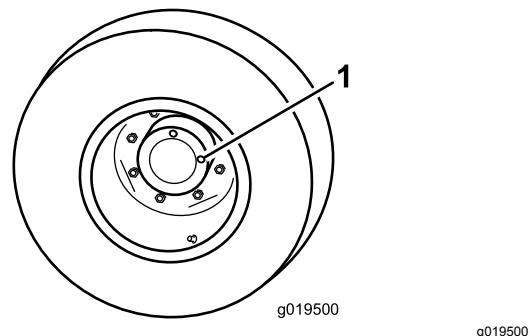

Figura 14
la posición de las 12 y el otro en la posición de las 3 (Figura 14).
1. Tapón de verificación/drenaje (2)
2. Retire el tapón de la posición de las 3 (Figura 14).